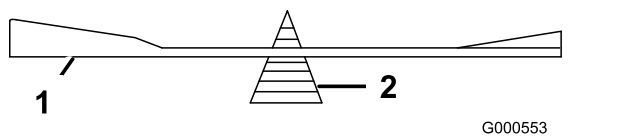

Figura 77
2. Verifique o equilíbrio da lâmina colocando-a num equilibrador de lâminas (Figura 77).